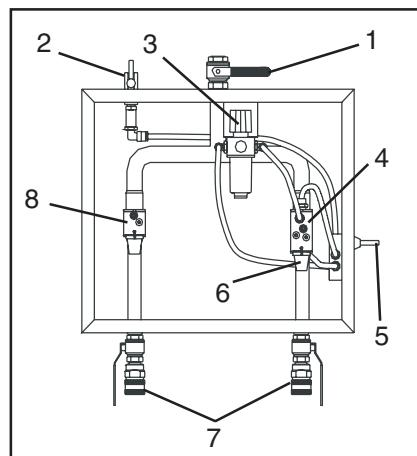

Fig. 8
**S3000 D, S3000 DU, S3100 D, S3100 DU** (Fig. 8, uden User Pack\*).